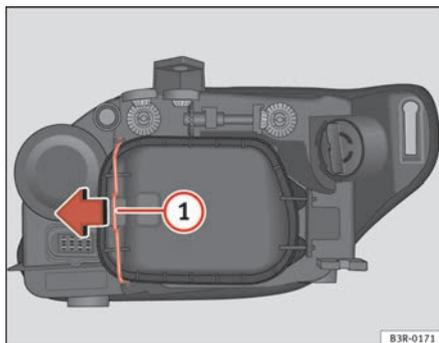

Fig. 206 Luz de posición (lado exterior vehículo)
- Desplace el tirante ⇒ fig. 206 ① en el sentido de la flecha y saque la tapa rígida separando primero el lado del tirante y sacando después las dos pestañas del extremo contrario de la tapa.